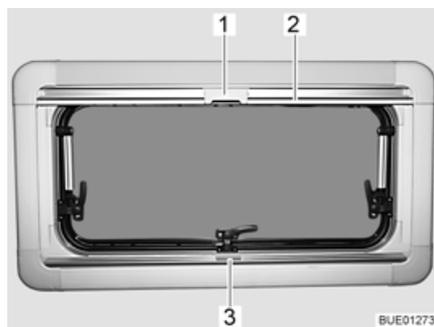

Fig. 100 Ventana abatible
- Sujetar el estor plegable por el centro del agarradero (Fig. 100,3), tirar de abajo a arriba y soltarla a la altura deseada. El estor plegable se queda fijo a esta altura.
- Tirar del agarradero de la mosquitera enrollable (Fig. 100,2) hacia abajo hasta que choque con el agarradero del estor plegable (Fig. 100,3).
- Bloquear el cierre (Fig. 100,1) de la mosquitera enrollable con el agarradero del estor plegable.
- Empujar hacia atrás el cierre (Fig. 100,1) de la mosquitera enrollable por arriba.
- Regresar la mosquitera enrollable lentamente en el agarradero (Fig. 100,2).